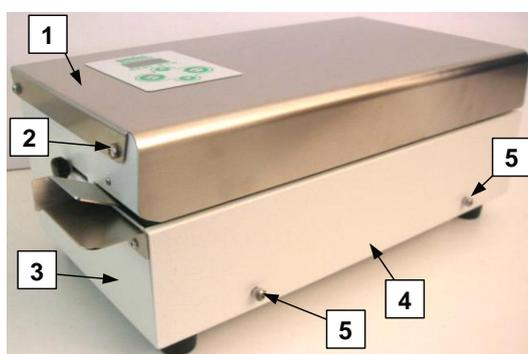

fig.4.1
- allentare le 2 viti (n.2-fig.4.1) e ruotare la copertura della macchina (n.1-fig.4.1) fino alla sua totale apertura: le viti (n.2-fig.4.1) rimarranno avvitate al telaio della macchina (n.3-fig.4.1).
- svitare completamente le 2 viti (n.5-fig.4.1) ed aprire il frontalino della macchina (n.4-fig.4.1)
- chiudere la copertura della macchina (n.1-fig.4.1) ed avvitare completamente le due viti di fissaggio (n.2-fig.4.1)
- chiudere il frontalino (n.4-fig.4.1) ed avvitare completamente sue le 2 viti di fissaggio (n.5-fig.4.1)
Per accedere ai componenti interni è necessario aprire la copertura (n.1-fig.4.1):
- allentare le 2 viti (n.2-fig.4.1): le viti (n.2-fig.4.1) rimarranno avvitate al telaio della macchina (n.3-fig.4.1).
- ruotare lentamente la copertura della macchina (n.1-fig.4.1) fino alla sua totale apertura
Per smontare il frontalino (n.4-fig.4.1) necessita svitare le 2 viti (n.5-fig.4.1) che lo fissano al telaio della macchina.